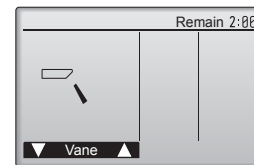

Fig. 7-4
- ② Premere il pulsante [SCEGLI] per visualizzare lo schermo di funzionamento dei deflettori, quindi premere i pulsanti [F1] e [F2] per verificare il deflettore automatico. (Fig. 7-4)